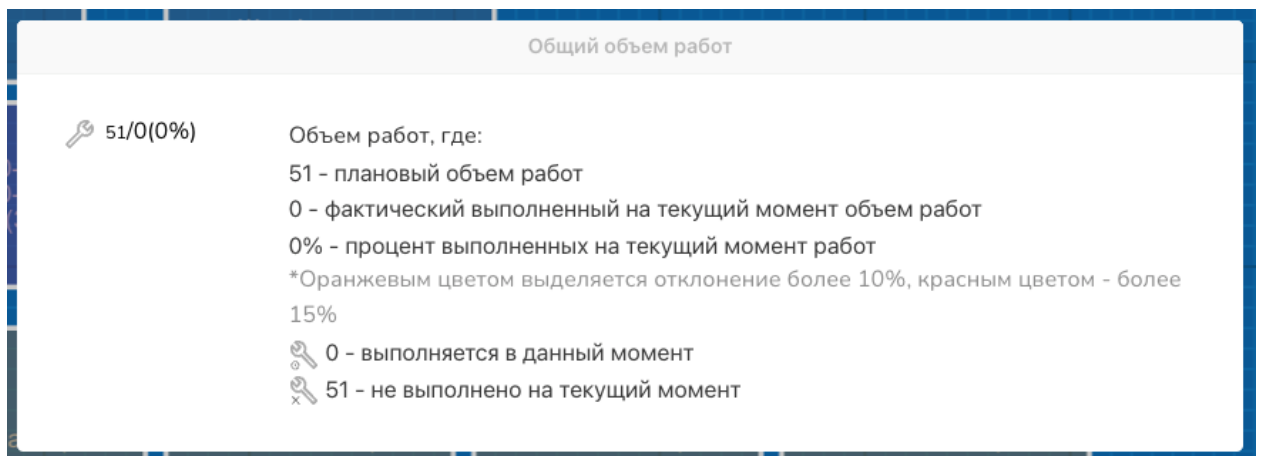

Рисунок 102 – Всплывающее окно «Общий объем работ»
- **Общий объем работ** (Рисунок 102) – количество операций, входящих в ремонт, количество выполненных операций на текущий момент, количество операций, которые выполняются в данный момент, количество не выполненных операций в данный момент,